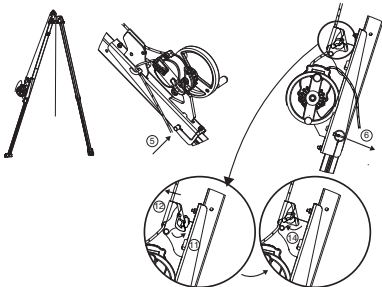

Fig. 9
¡IMPORTANTE: Tener cuidado con el sentido de montaje; el bloqueador de driza debe estar dirigido hacia la parte superior del trípode TRACPODE™ (Fig. 9).
5. Colocar el bulón de amarre de la consola para aparato DEROPE™ UP R. Este bulón de amarre cumple dos funciones: bloqueo de la pata del trípode TRACPODE™ y amarre de la consola para aparato DEROPE™ UP R en esta pata (Fig. 9, 5).
6. Bloquear el bulón de amarre mediante el pasador sujetador (Fig. 9, 6).
11. Abrir el bloqueador de driza de la consola (Fig. 9, 11).
12. Introducir la driza que sale del aparato DEROPE™ en el bloqueador de driza de la consola (Fig. 9, 12).
14. Cerrar el bloqueador de driza (Fig. 9, 14).